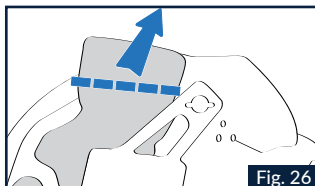

Fig. 26
1.3 Nehmen Sie den oberen Teil des vorgestanzten Innenfutters ab (Abb.26) und positionieren dann den restlichen Teil des Futters wieder korrekt in der Wangenpolsterung. Es wird empfohlen, den entfernten Teil der Polsterung für eventuelle spätere Wiedereinsätze aufzubewahren.
2.3 Setzen Sie die zuvor entfernte Polsterung richtig in das Innere des Polstergewebes der Wangenpolsterung ein (Abb.26)..